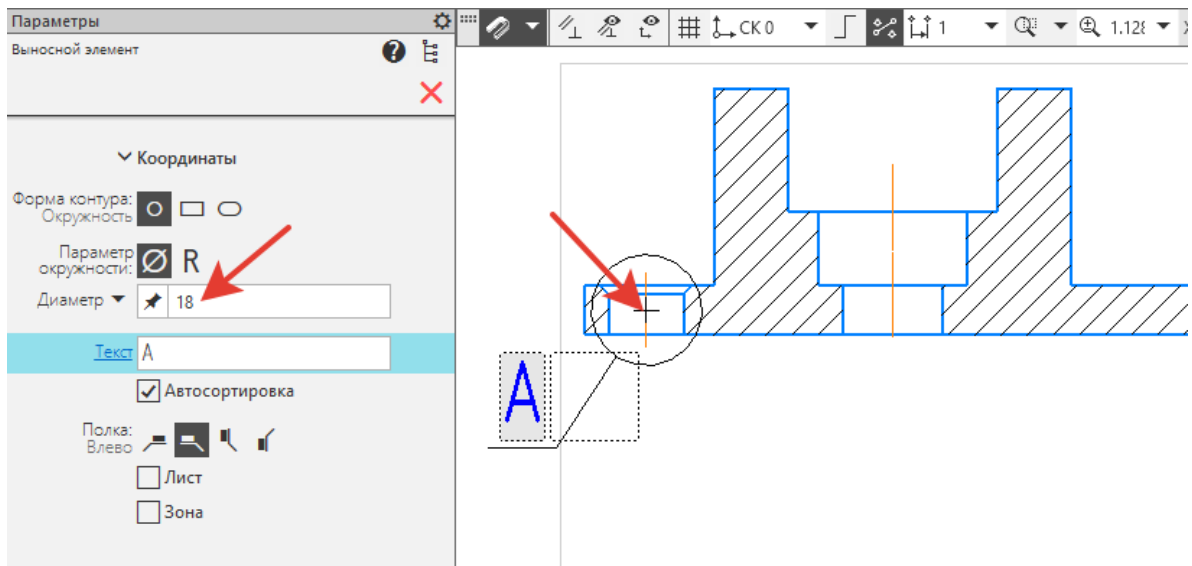

Рисунок 56.
19. **Выносной элемент**. На инструментальной панели **Обозначения** -  **Выносной элемент**. В **Параметрах** задать: **Диаметр – 18**, закрепить на вертикальной осевой отверстия с зенковкой (рисунок 56).